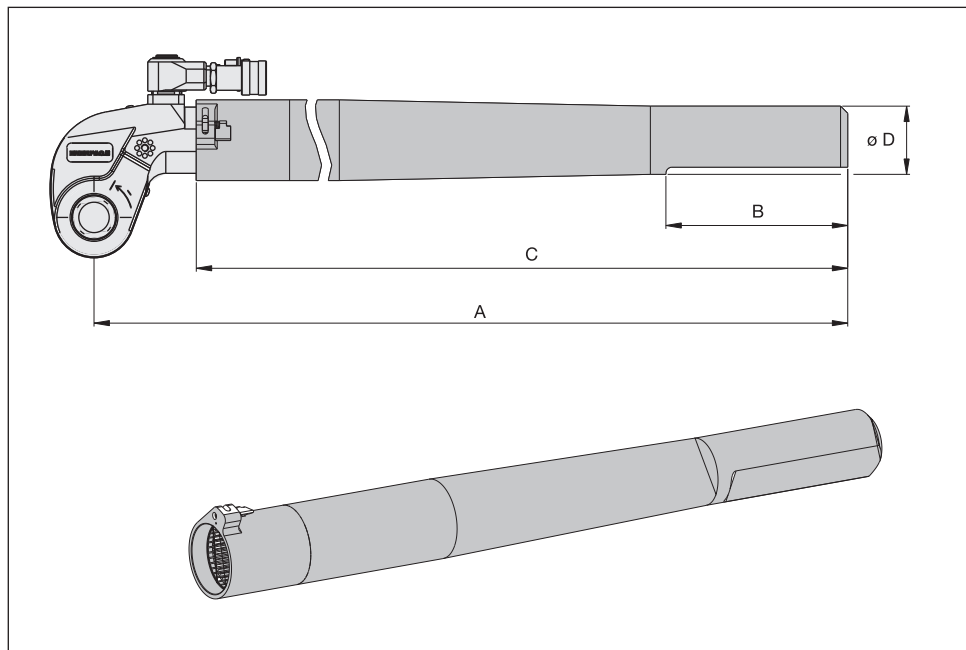

Fig. 31
6.5 Mål og spesifikasjoner RTE-serien reaksjonsrør forlengelser (Fig. 31)